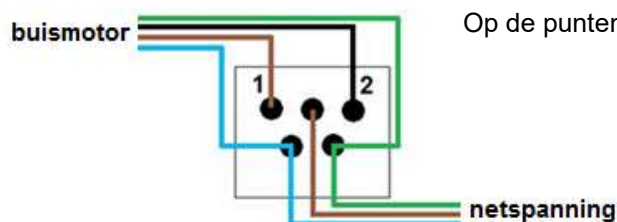

figuur 1
5. De motor dient met de motorkabel naar beneden te worden geïnstalleerd om te voorkomen dat er vocht via de motorkabel in de motor loopt. Zie figuur 1